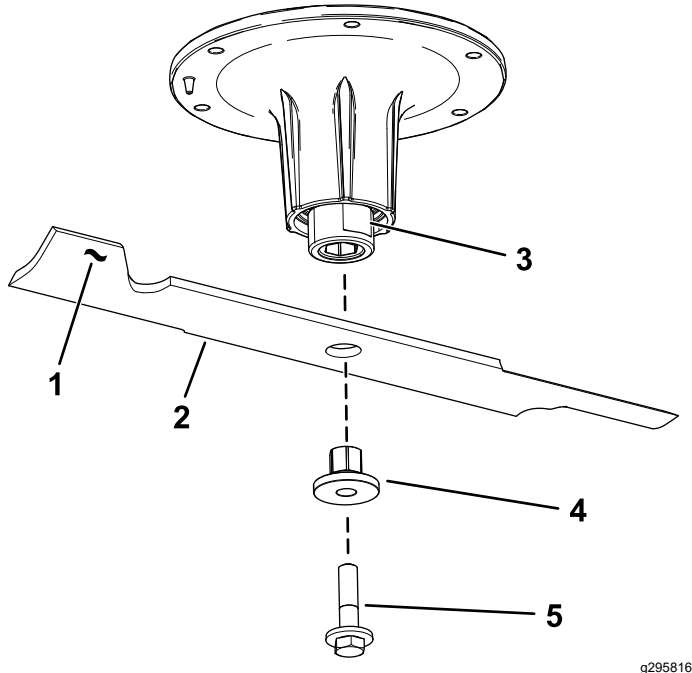

Figura 76
2. Retire el perno de la cuchilla, el casquillo y la cuchilla del eje (Figura 76).